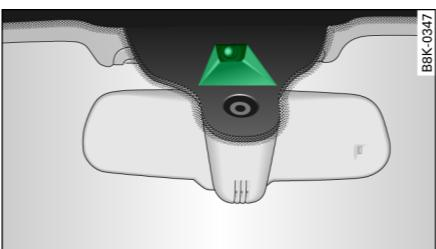

图 145 挡风玻璃：车道保持辅助系统的摄像头视窗
- 注意：摄像头的视窗 ⇒ 第 110 页，图 145 不得被标贴等物体遮蔽。
- 摄像头视窗 ⇒ 第 110 页, 图 145 从外面被污染或结上了冰。请清洁挡风玻璃上的该部位。